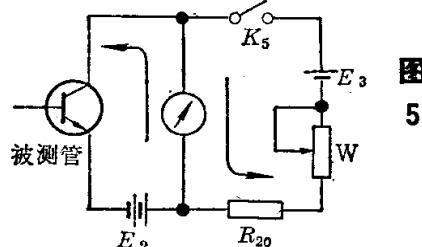

图 5
3. 抵消 I_{CEO} 的电路：锗管的穿透电流较大，特别是低频功率管可达 $10mA$ ，给测量带来了不便。因此增加了 E_3 、 W 、 R_{20} 以抵消 I_{CEO} 。当被测管的 I_{CEO} 较大时，闭合 K_5 ，调节 W 使表头回到零点，再测 h_{EF} 。 R_{20} 将最大抵消电流限制在 $15mA$ （见图 5）。